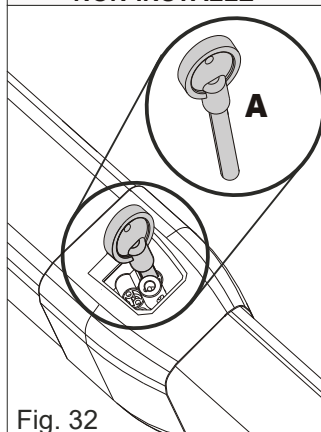

Fig. 32
- **MINI TANK**: démonter complètement le déverrouillage à clé (voir paragraphe suivant), donc régler les vannes à l'aide de la clé spéciale (A) fournie à l'installateur (Fig. 32)